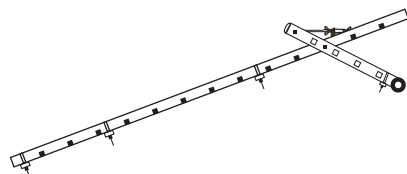

FIGUR 2
- Lås stålstangen i denne position ved hjælp af låseclips (se figur 2)